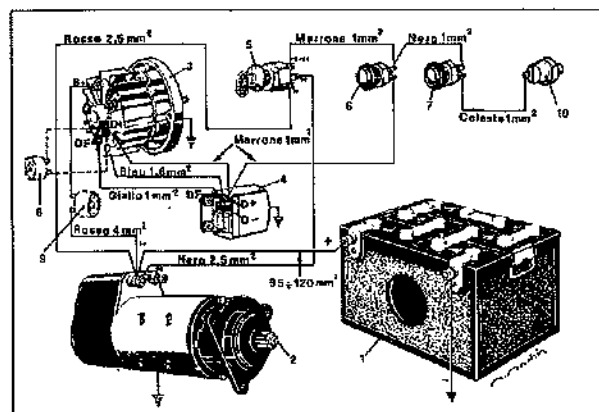

Fig. 107
Schema impianto Fig. 107
- Inserire un amperometro da 25 Amp. a corrente continua tra il cavo rosso ed il corrispondente morsetto B+ sull'alternatore (Fig. 107).
- Inserire un voltmetro da 30 Volt tra il morsetto D- e D+ dell'alternatore (Fig. 107).
Inserire un Voltmetro ed un Amperometro come indicato in Fig. 107 (vedi controllo alternatore).